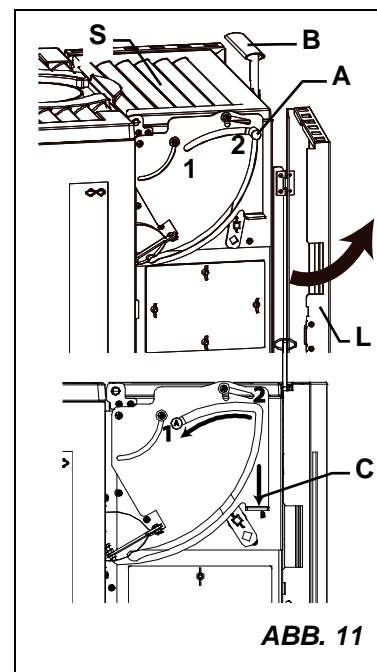

ABB. 11
1) Die seitliche Klappe für den Zugang zu den mechanischen Elementen öffnen (L ABB. 11);
2) Die korrekte Positionierung des Hebels A in Position 2 prüfen (ABB. 11);
3) Den Griff des Deckels vom Pelletstank B lösen, ABB. 11;
4) Den Tankdeckel öffnen (S);
7) Nun den Tankdeckel (S) schließen und mit dem Griff (B) versperren, um eine hermetische Abdichtung zu garantieren.
8) Einen leichten Druck auf den Punkt C ausüben, ABB. 11, um eine Bewegung des Knaufs A in die vom Pfeil angezeigte Richtung (Position 1) zu ermöglichen: auf diese Weise sinken die Pellets aus dem Raum in den Tank;